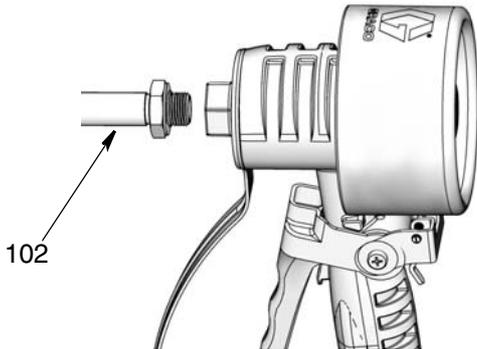

FIG. 5
**NOTA:** No utilice cinta PTFE ni sellador en las roscas de la extensión (102). Esto podría causar fugas en el adaptador.
- b. Enrosque la extensión (102) en la carcasa como se observa en FIG. 5 hasta que toque fondo.